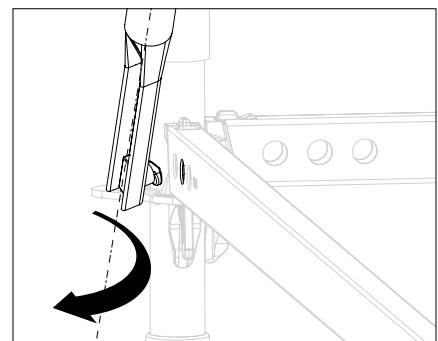

Abb. A4.06b
2. Einhängenoppe in die Bohrung des unteren Horizontalriegels (**15a**) eindrehen. (Abb. A4.06b)